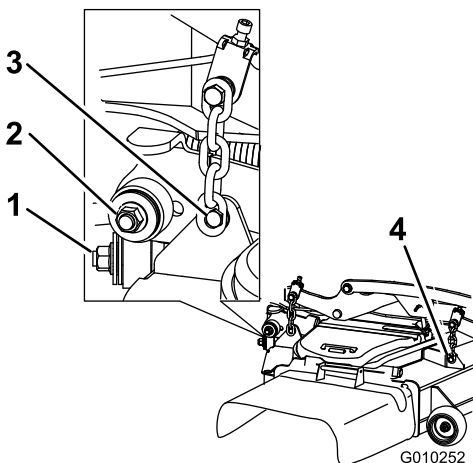

Figure 106
7. Enlevez et mettez de côté les fixations des deux côtés du tablier, comme montré à la Figure 106.